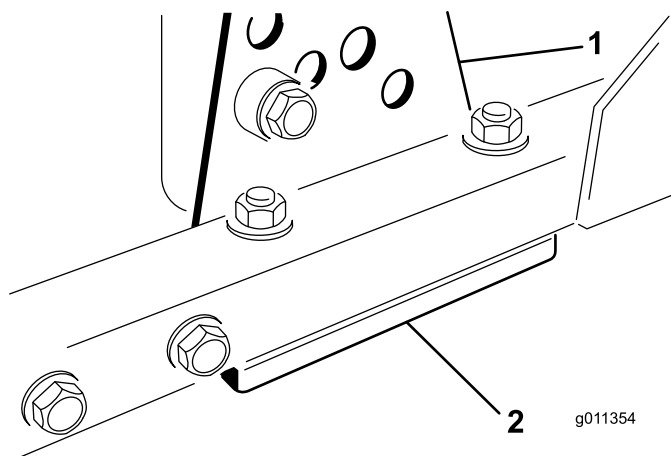

Figure 61
1. Retirez le support de hauteur de coupe (avant, gauche ou droit) du bâti du tablier de coupe (Figure 61).
2. Placez des cales de 1,5 mm (0,060 po) et/ou une cale de 0,7 mm (0,030 po) entre le bâti et le support du tablier pour obtenir la hauteur de coupe voulue (Figure 61).